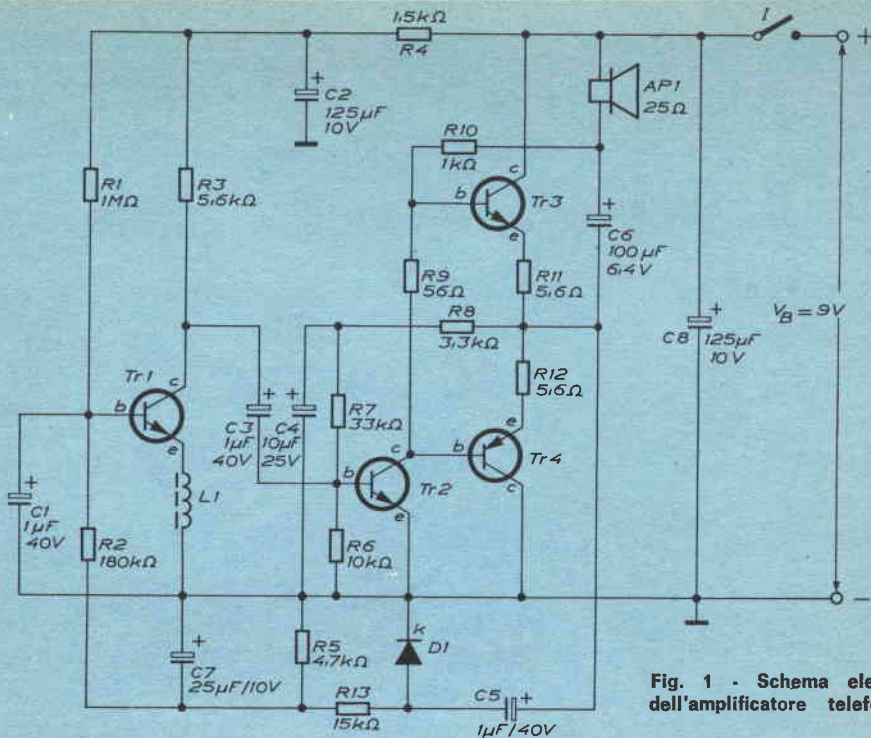

Fig. 1 - Schema elettrico dell'amplificatore telefonico.
**Descrizione del circuito** - La bobina è indicata nello schema della *fig. 1* con la
campi magnetici dispersi del trasformatore raggiungono la massima intensità. Come risulta dalla fig. 1, il circuito elettrico si può considerare diviso in due parti, che sono precisamente l'amplificatore di potenza ed il compressore di volume.